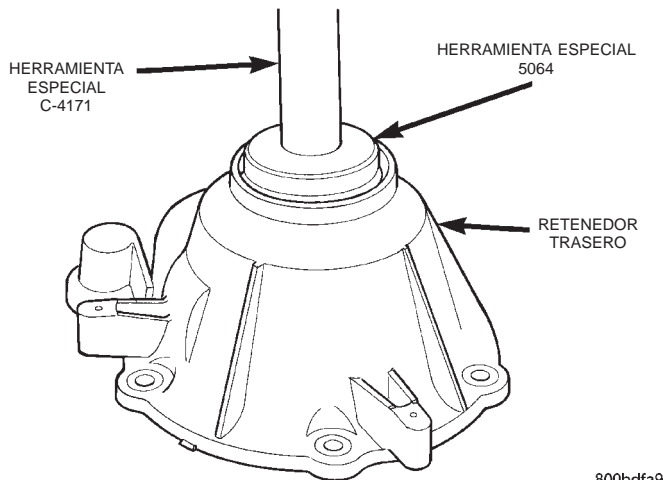

Fig. 55 Instalación del cojinete trasero en el retenedor
(20) Instale el cojinete trasero en el retenedor con el mango C-4171 y el instalador 5064 (Fig. 55).